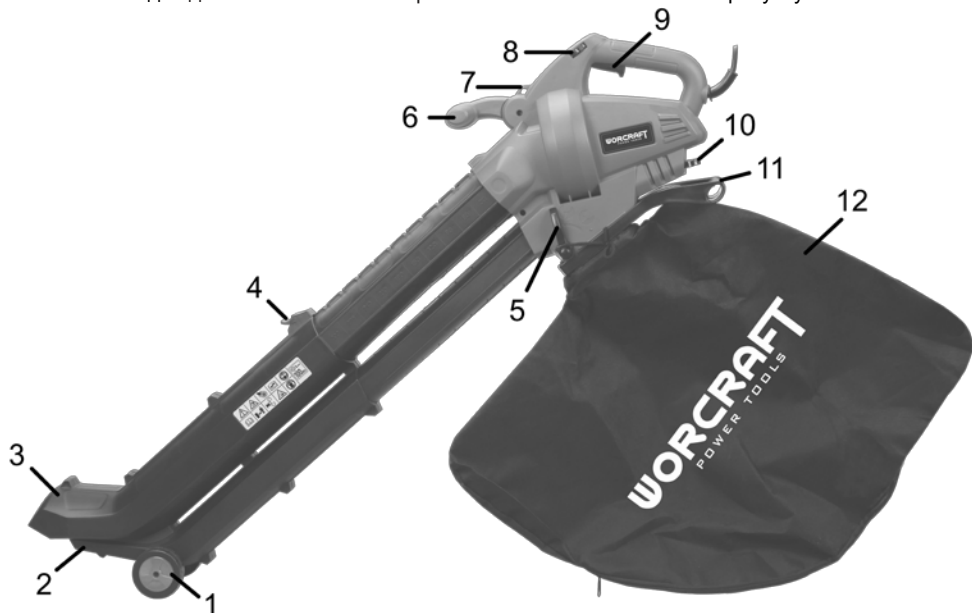
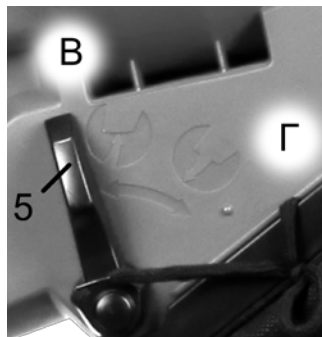

Рисунок 1
Рисунок 4
- вставте рамку кріплення мішка для збору сміття на передню частину патрубку виведення пилу в нижній частині виробу та, утримуючи рукоятку мішка (11, рисунок 1), потягніть вгору, щоб зафіксувати його (дивіться рисунок 2);
- натисніть кнопку блокування (4, рисунок 1) та утримуйте її (дія «А»);
- відкрийте замок гачка на наплічному ремні та протягніть його через петлю (7, рисунок 1) в передній частині основної рукоятки, потім відпустіть замок;
- відрегулюйте довжину наплічного ремня таким чином, щоб ходові ролики виробу (1, рисунок 1) торкалися поверхні землі.
3.4 Налаштуйте положення допоміжної рукоятки (6, рисунок 1) для найзручнішого використання виробу при роботі, перемістивши рукоятку під бажаним кутом.
3.5 Витягніть пластину фіксації шнура подовжувача (10, рисунок 1) із задньої нижньої частини виробу. Закріпіть шнур подовжувача на пластині, протягнувши петлю шнура відповідним чином. Перевірте надійність фіксації шнура подовжувача на пластині, потягнувши за шнур. Вставте штепсельну вилку виробу в розетку подовжувача.
- **Всмоктування:** у цьому режимі здійснюється всмоктування садового сміття через сопло всмоктувальної труби (2, рисунок 1) до мішка для збору сміття (12, рисунок 1) в подрібненому вигляді. Для встановлення режиму «Всмоктування» переведіть важіль перемикача режимів роботи (5, рисунок 1 і 4) до упору в положення «В» (дивіться рисунок 4).
- **Видування:** у цьому режимі відбувається здування сміття за допомогою повітря, яке видувається з сопла видувної труби (3, рисунок 1). При цьому здійснюється прибирання території від сміття, а також збір опалого листа в акуратні купки. Для встановлення режиму «Видування» переведіть важіль перемикача режимів роботи (5, рисунок 1 і 4) до упору в положення «Г» (дивіться рисунок 4).
Швидкість повітряного потоку регулюється шляхом обертання коліщатка регулятора (8, рисунок 1) в межах 6 позицій. Мінімальна швидкість повітряного потоку відповідає позначці «1», максимальна – позначці «6».
Щоб увімкнути виріб, під'єднайте штепсельну вилку подовжувача до джерела електроживлення і натисніть на пускову клавішу (9, рисунок 1). Щоб вимкнути виріб, відпустіть пускову клавішу.